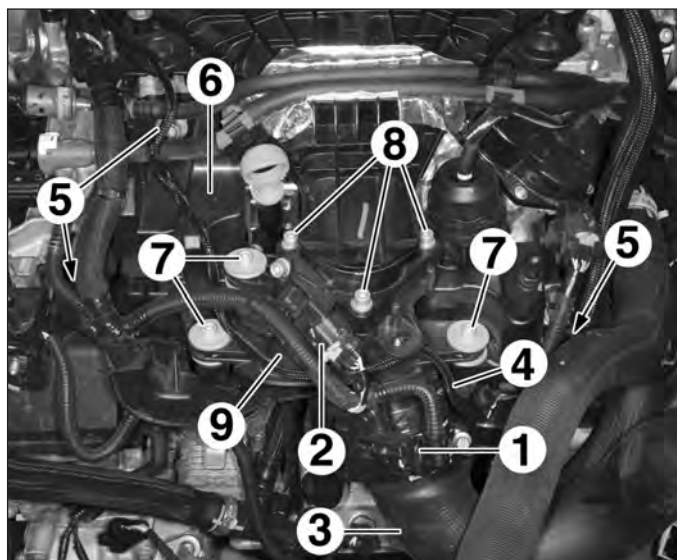

FIG.70
- le connecteur des doseurs d'admission d'air (1) (Fig.70),
- le capteur de pression/température d'air (2),
- la durit d'air (3) sur le boîtier doseur d'air,
- la durit à dépression (4) et la dégrafer du répartiteur d'admission d'air.
- Desserrer les fixations (5) pour libérer le support (6).